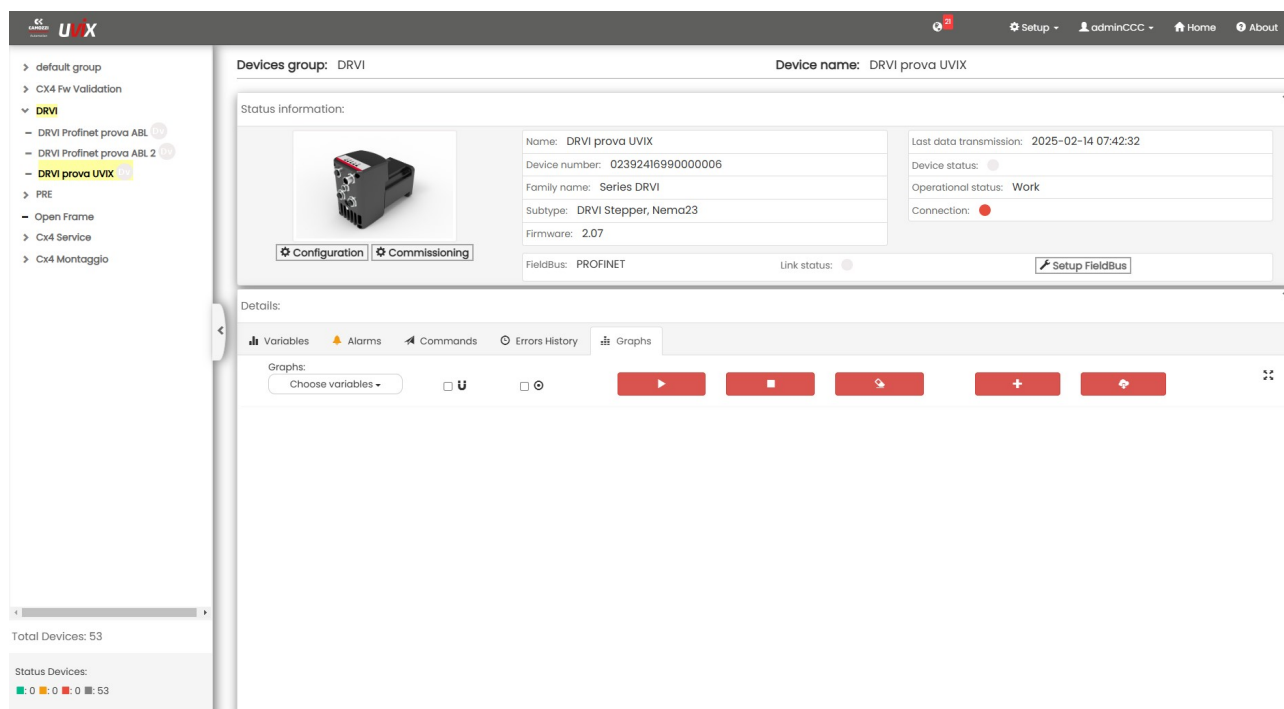

Figura 6.40: Finestra Graph
- Graph: Visualizza in modo grafico i valori delle variabili. Solo per i dispositivi che gestiscono questa modalità (Figura 6.40)